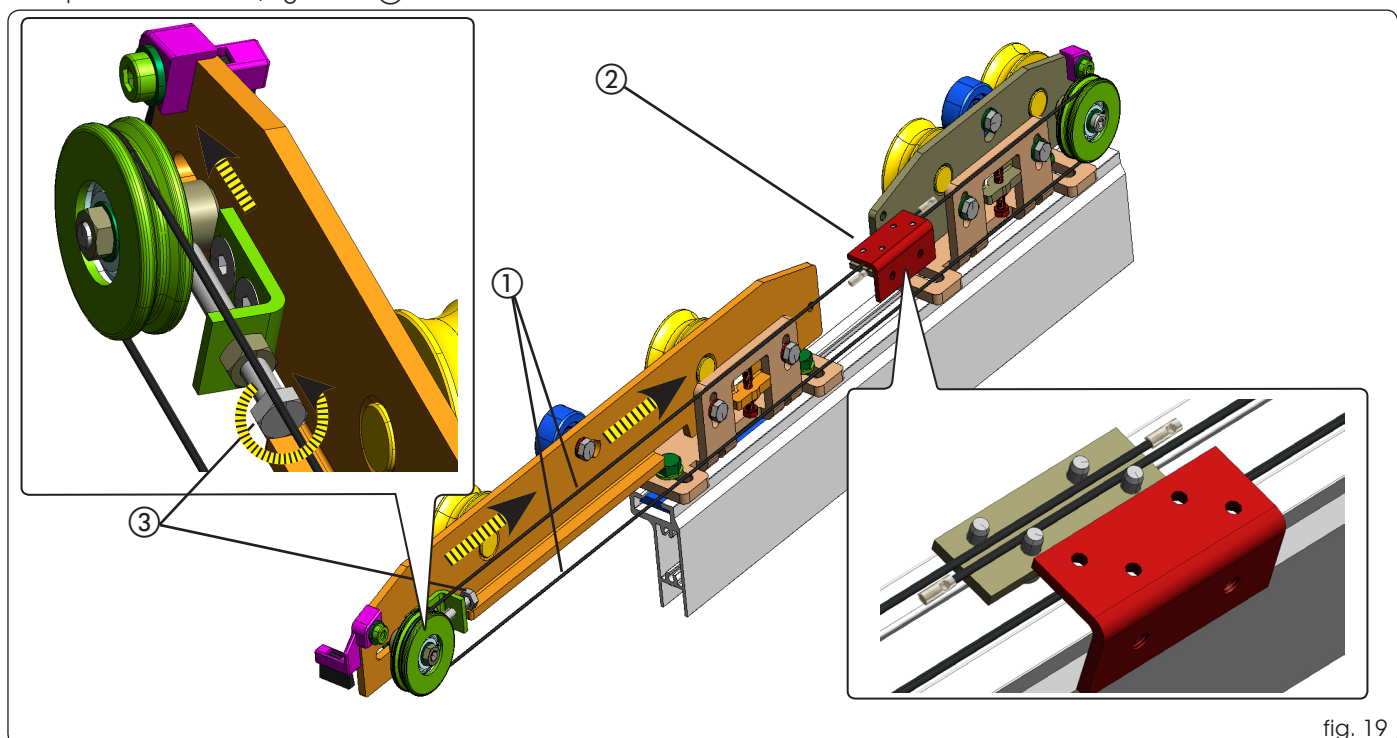

fig. 19
Na de staalkabel op de twee wielen te hebben gemonteerd, fig.19 ref. ①, moeten de uiteinden van de staalkabel onder de plaatjes worden geplaatst zoals aangegeven in fig.19 ref. ②, die met de vier bijgeleverde schroeven moeten worden vastgezet. Plaats een kabelschoen op de twee uiteinden van de staalkabel.
De spanning kan worden afgesteld door het gat af te stellen en vervolgens op de juiste positie vast te zetten met de schroef die op de wielas steunt, fig.19 ref. ③.